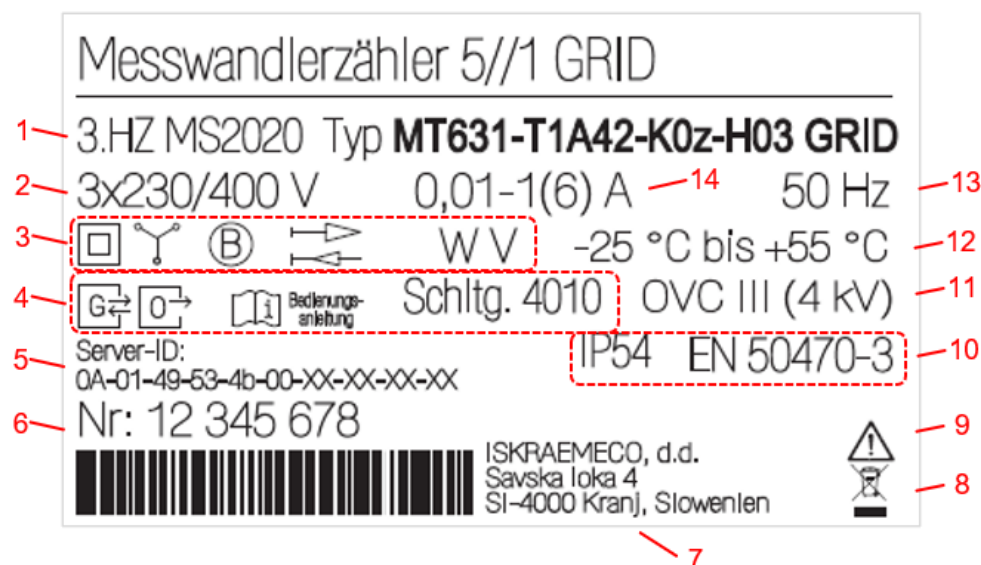

Bild 6: Zählereigenschaften auf dem Typenschild des MT63x-T indirekten Zählers – Beispiel
- 9 Verschiedene Zählereigenschaften; siehe Bild 6 für weitere Informationen